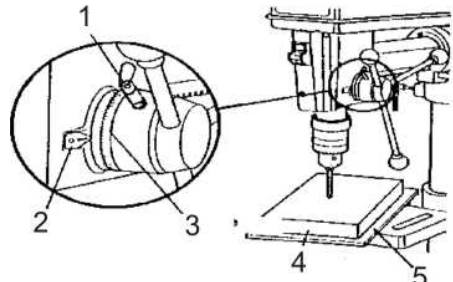

Рисунок 13
Вершину сверла установите как можно ближе к обрабатываемой детали. Ослабьте зажимной винт (1) и установите шкалу (3), на требуемую глубину сверления. Потом опять затяните зажимной винт (1) см. рис.13